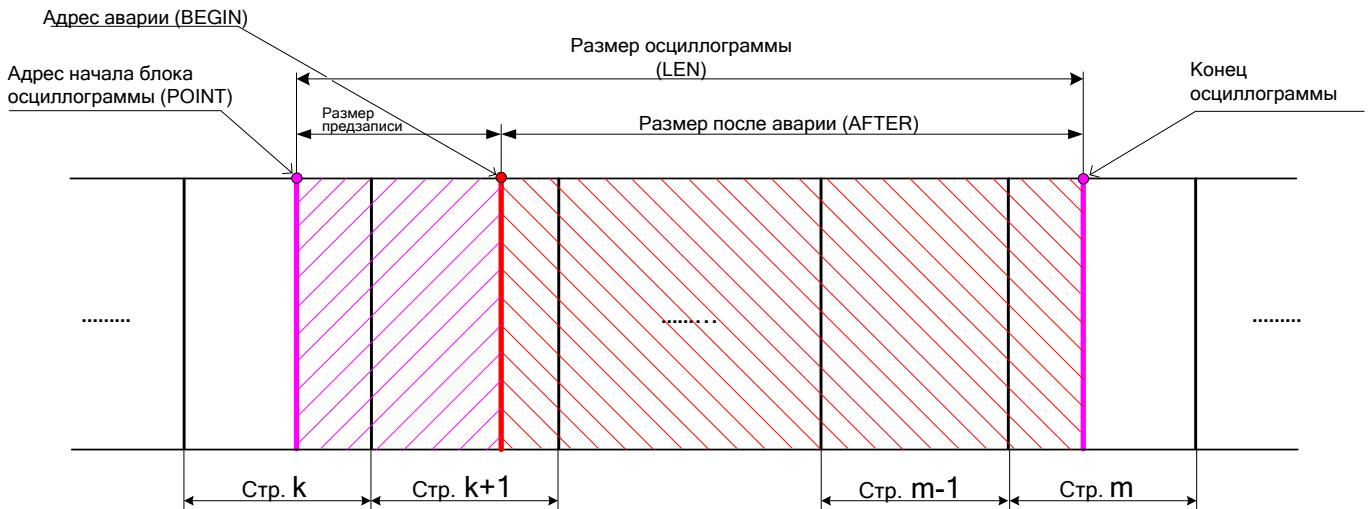

Рисунок 8.5
- выделить искомую осцилограмму из хранилища данных осцилограмм (рисунок 8.5) и прочесть её содержимое (при чтении осцилограммы выполняется её переворот – см. рисунок 8.6).